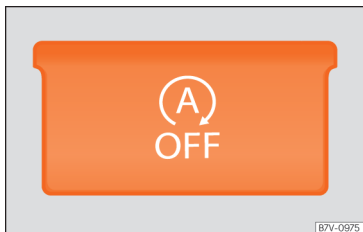

Abb. 236 Ansicht der Mittelkonsole: Schalter für Start-Stopp-Betrieb.
- Um das Start-Stopp-System manuell aus-/einzuschalten, drücken Sie die Taste **»» Abb. 236.**